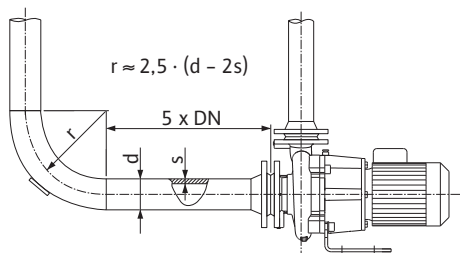
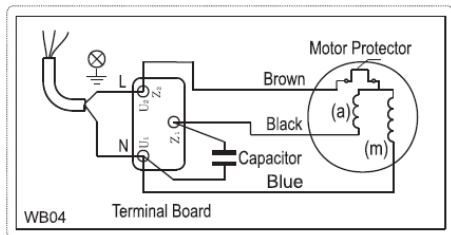

Fig. 4: A szivattyú előtti és utáni csillapítási szakasz
Fig. 5: Váltakozó áram csatlakozás
- A hálózati csatlakozás függ a motor P_2 teljesítményétől, a hálózati feszültségtől és az indítás típusától. A kapocsdobozban található összekötő hidak szükséges csatlakozását az alábbi táblázat, valamint a Fig. 4 és a Fig. 5 tartalmazza.